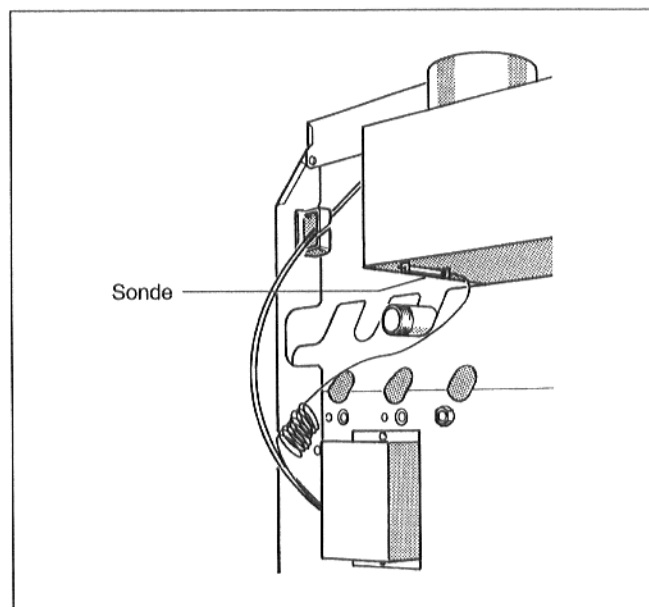

Fig. 32 Sonde contrôle des gaz brûlés
- Dévisser la sonde pyrométrique des gaz brûlés du coupe-tirage antirefouleur (Fig. 32).